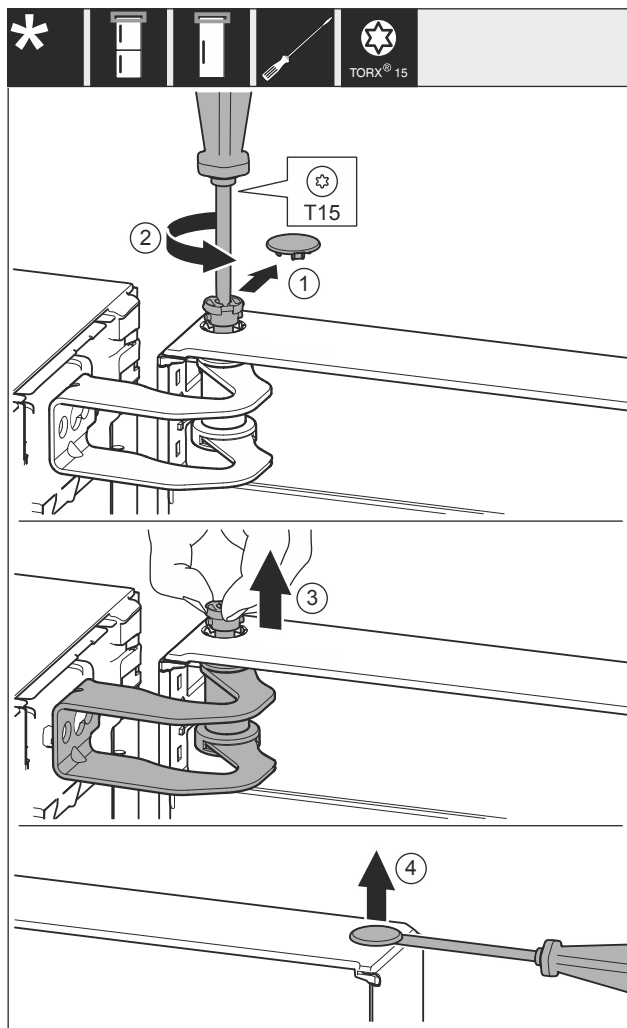

Fig. 12
- Pokrov Fig. 12 (1) previdno odstranite.
- Sornik Fig. 12 (2) nekoliko odvijte z izvijačem.
- Izvlecite sornike Fig. 12 (3) s prsti.
- Pokrov Fig. 12 (4) previdno dvignite z izvijačem in jih odstranite.